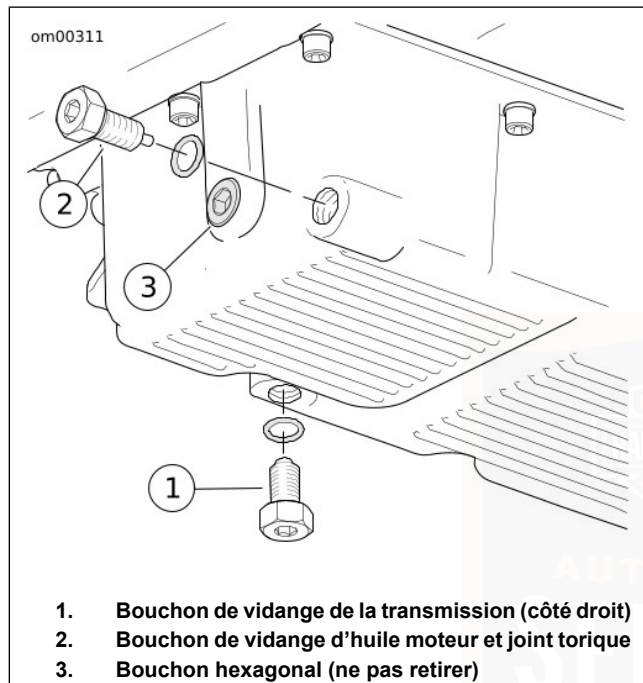

Figure 49. Carter d'huile
3. Voir Figure 49. Déposer le bouchon de vidange d'huile (2). Ne pas enlever le bouchon hexagonal (3) ni le bouchon de vidange de la transmission (1). Laisser l'huile se vidanger complètement.
2. Voir Figure 49. Enlever le bouchon de vidange de la transmission (1) et vidanger le lubrifiant dans un récipient approprié.